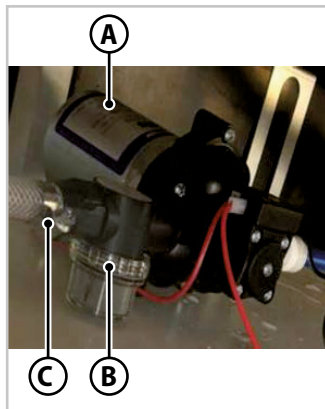

Fig.7.1 - Externt vattenpumpsfiltret
3. Åtkomst till vattenpumpen (**A**-Fig.7.1) genom att ta bort kudarna från dinettsoffan och ta bort locket på dricksvattentankfacket.
4. Skruva loss plastkopplingen (**C**-Fig.7.1) som ansluter filtret till avgasröret.
5. Skruva av det genomskinliga locket (**B**-Fig.7.1) på filtret och ta bort filterkroppen.